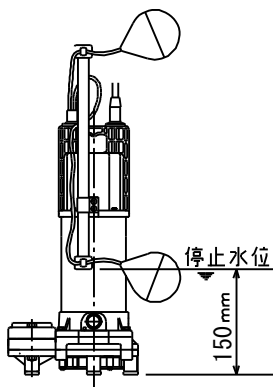

図 5
(10) 自動形ポンプ(DWSA 型)は図 5 の通りにフロート位置を設定してください。なお、フロートスイッチが水槽の壁面や配管などに接触すると、フロートが動かなくなり、ポンプが始動しない事がありますので障害物から離してください。